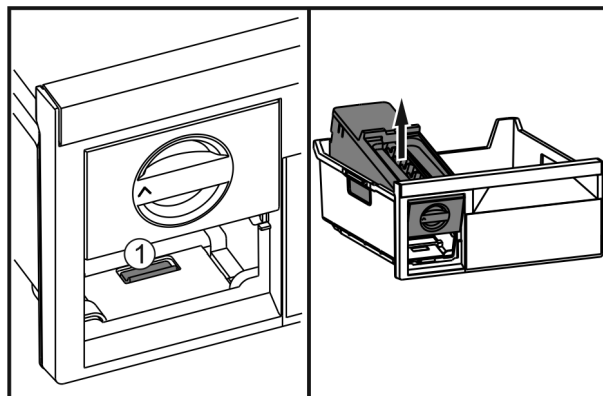

Fig. 30
- ▶ Stlačte sponu Fig. 30 (1), nadvihnite zariadenie EasyTwist-Ice dozadu a vyberte ho zo zásuvky na zmrazovanie.